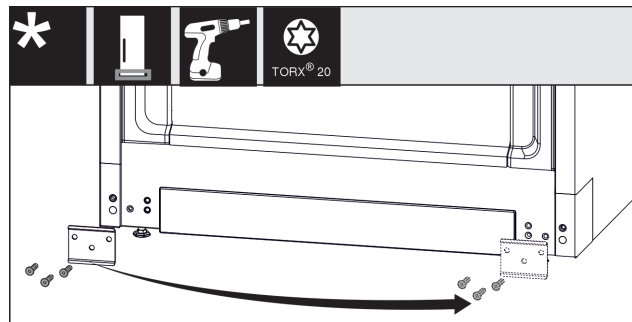

Fig. 13
- Odskrutkujte plech, premiestnite ho na druhú stranu a znova priskrutkujte. Fig. 13 (1)